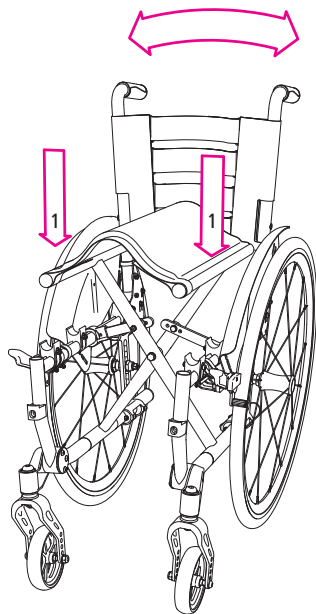

Рис. 3
1. Натисніть одночасно обома руками ліву і праву трубки сидіння вниз. Інвалідний візок розкладеться самостійно (1, рис. 3).